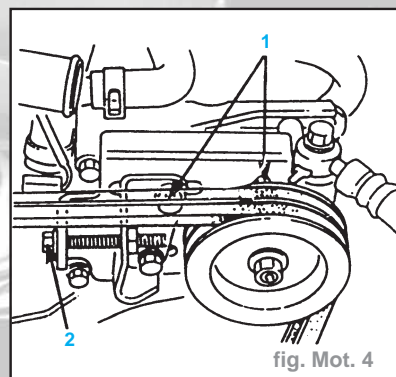

fig. Mot. 4
- Déposer la courroie d'entraînement de la pompe d'assistance de direction, desserrer les vis de fixation de la pompe (1) et la vis de réglage (2) (fig. Mot. 4).